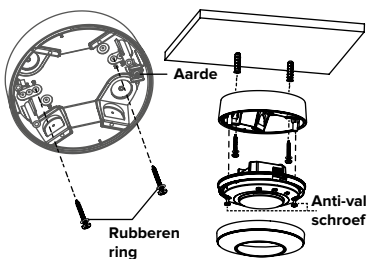

FIG. 13
3. Gebruik voor de montage op een plafondplaat de 2 ronde uitsparingen in de behuizing en zet de behuizing vast met de 2 schroeven met rubber ringen (FIG. 13).
4. Sluit de bedrading aan en zet de sensor in de behuizing vast met de anti-val schroeven (FIG. 13).